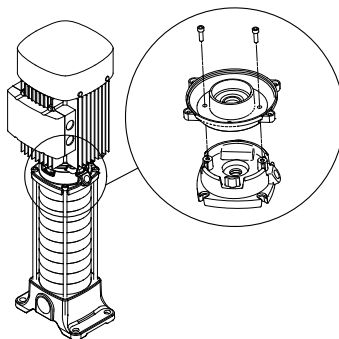

Рис. 2
5. Отверните оба винта, которые установлены в головной части, смотри рис. 2.